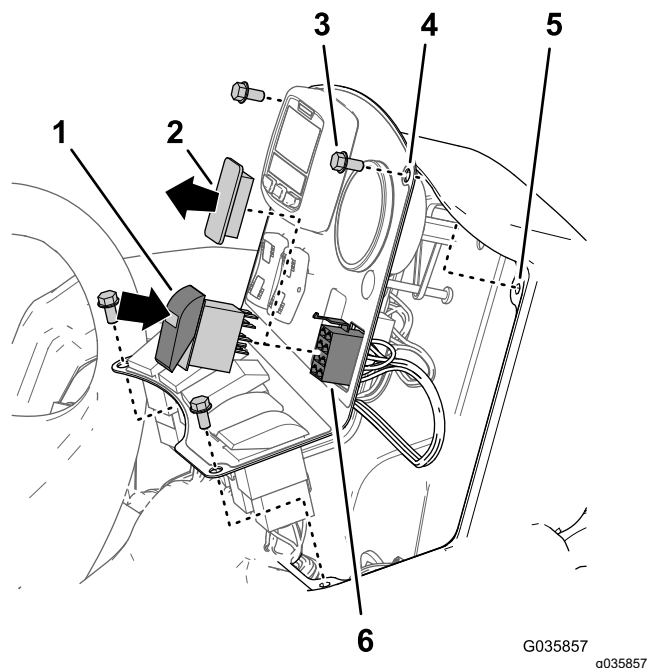

Рисунок 36
1. Выверните 4 болта с фланцевыми головками ($\frac{1}{4} \times \frac{1}{2}$ дюйма) (если они установлены), которые крепят панель управления к консоли, как показано на Рисунок 36.
2. Удалите заглушку переключателя из панели управления на консоли (Рисунок 36).
3. Проведите 8-гнездовой разъем жгута проводов доводочного комплекта стрелы с ультразвуковым выравниванием сквозь отверстие в панели управления (Рисунок 36).
4. Подсоедините 8-гнездовой соединитель жгута проводов доводочного комплекта стрелы с ультразвуковым выравниванием с маркировкой SONIC MODE MANUAL VS. AUTO (РЕЖИМ УЛЬТРАЗВУКОВОГО ВЫРАВНИВАНИЯ — РУЧНОЙ/АВТОМАТИЧЕСКИЙ к клавишному переключателю (Рисунок 36)).
5. Вставьте клавишный переключатель в отверстие панели управления так, чтобы он надежно зафиксировался со щелчком на месте (Рисунок 36).
6. Совместите отверстия в панели управления с отверстиями в верхней части консоли (Рисунок 36).
7. Прикрепите панель к консоли при помощи болтов (Рисунок 36), снятых при выполнении пункта 1.